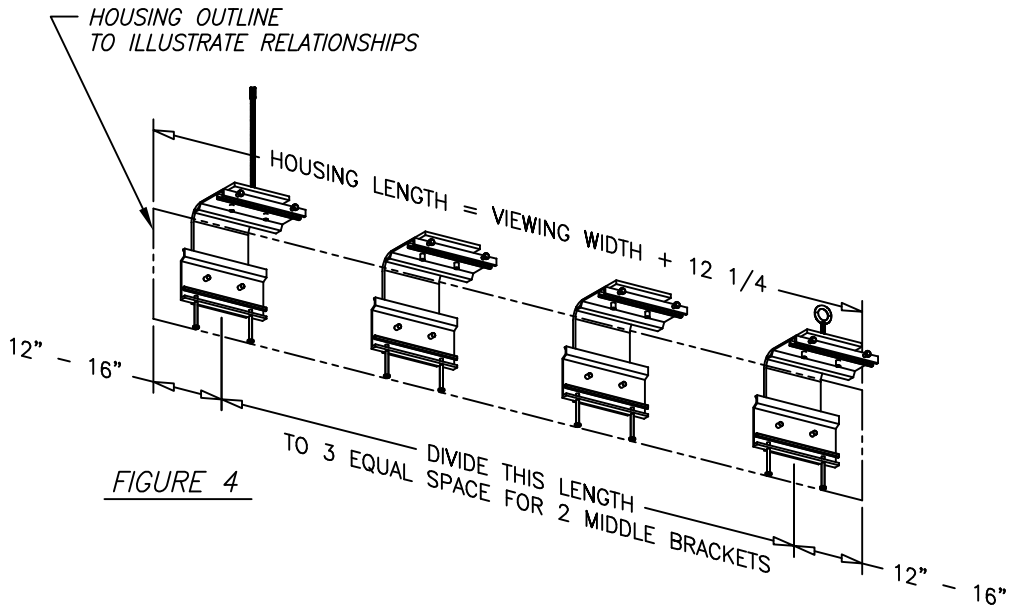

FIGURE 4
- 1 - DISTRIBUTE HANGING BRACKETS ALONG HOUSING LENGTH AS SHOWN IN FIGURE 4,